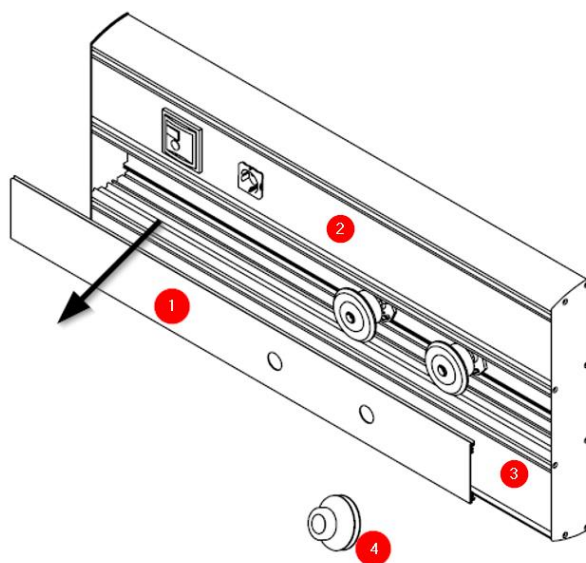

Fig. 2 Démontage des couvercles avant
Pour ancrer l'équipement, retirez d'abord les couvercles avant du boîtier (1, 2 et 3) à l'aide de la ventouse en plastique (4) (voir Fig. 2).